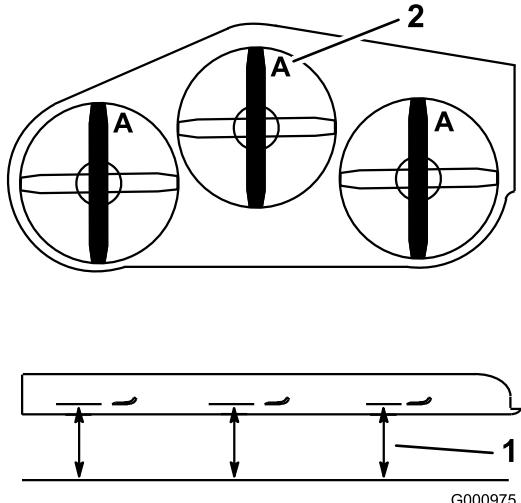

図 75
- A の位置で(図 75)、平らな床面からブレードの刃先までの高さを測る。